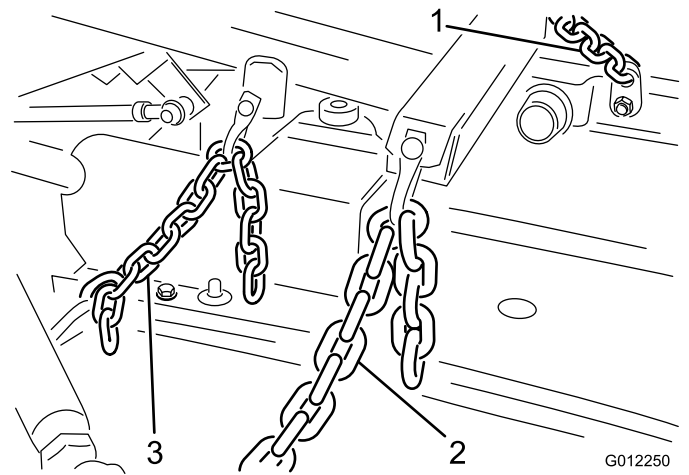

Figure 12
1. Fixez les chaînes de relevage au bras de relevage et aux supports de chaînes sur le plateau de coupe avec 6 manilles, goupilles de manilles (3/8 x 1-1/2 po) et goupilles fendues (1/8 x 3/4 po) (Figure 12).
2. Accrochez les extrémités du ressort de tension entre le quatrième maillon de la chaîne arrière et l'œillet de la goupille fendue qui maintient la goupille de vérin en place (Figure 12).